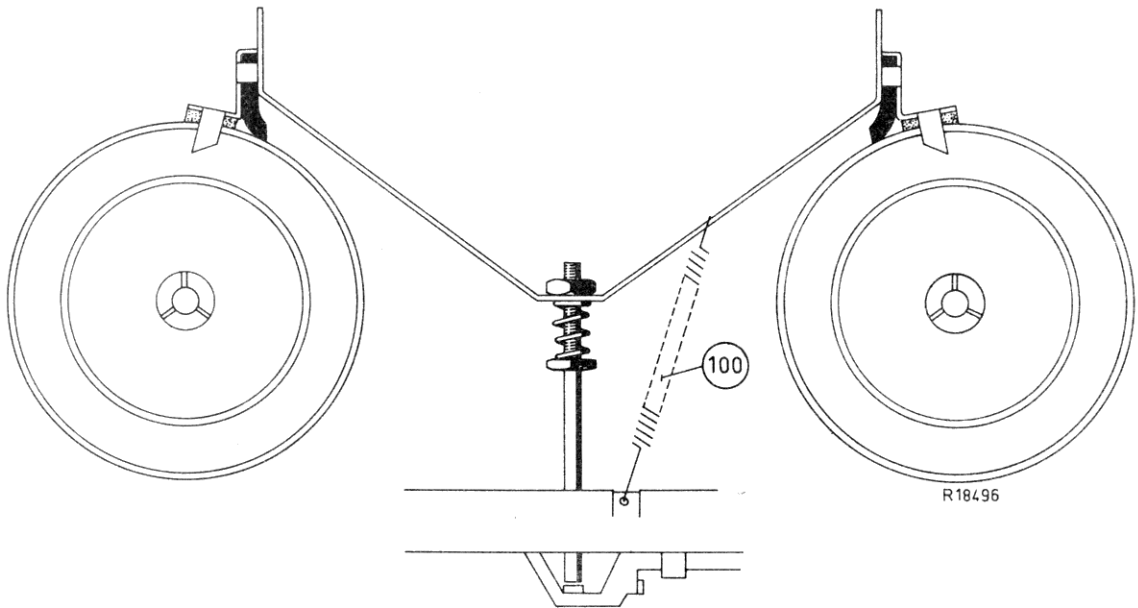

Fig.10
- a. De veer pos.100 te verhaken. (Zie fig.10).